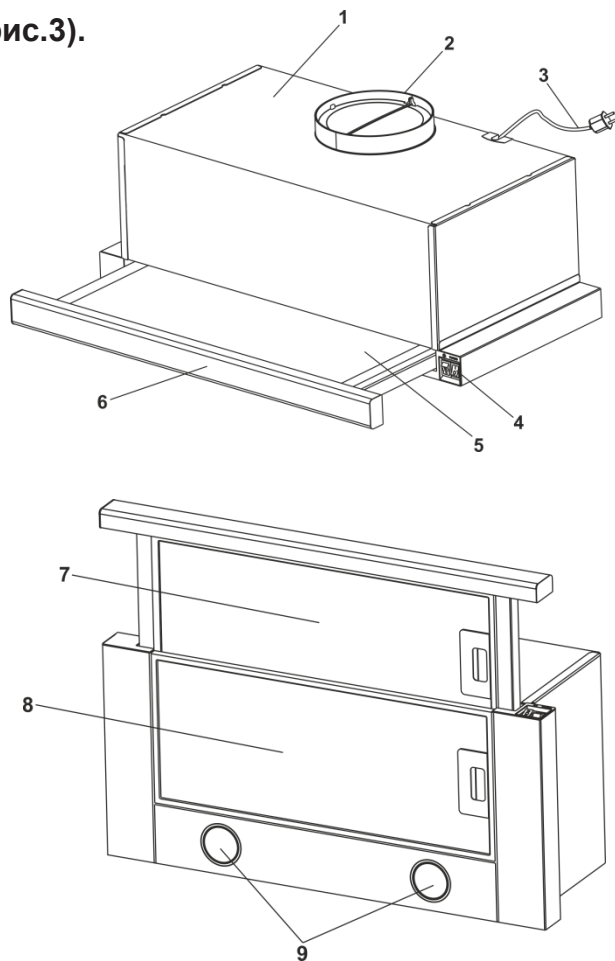

Рис.3
ВНИМАНИЕ! Дополнительно изделие изготавливается со следующими декоративными элементами (**рис.3**):
5.3 Вытяжка состоит из следующих составных частей (рис.3).